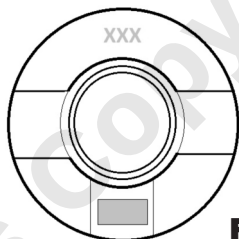
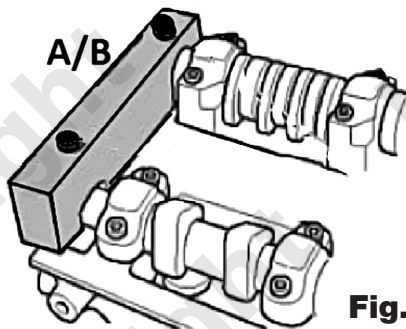

Fig. 1
Fig. 2
Componentes A/B = bloques de bloqueo del árbol de levas tipo 1 y 2, con las ranuras en la parte posterior de los árboles de levas alineadas con la culata, como se muestra en la **Fig. 1**. Utilice los componentes A y B para bloquear los árboles de levas en su posición, como se muestra en la **Fig. 2**. Monte los componentes A y B una vez se haya instalado la clavija de bloqueo del cigüeñal (D). Al montar los componentes A y B, apriete los tornillos de fijación con la mano.